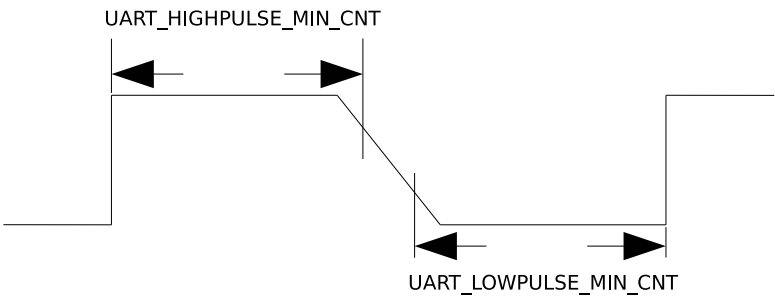

图 25.4-2. UART 信号下降沿较差时序图
置位 `UART_AUTOBAUD_EN` 可以开启 UART 波特率自检测功能。图 25.4-2 中的 Baudrate_Detect 可以滤除信号脉宽小于 `UART_GLITCH_FILT` 的噪声。
- 2. 对于 UART 信号的下降沿信号比较差的情况，如图25.4-2 所示，这时通过取 `UART_LOWPULSE_MIN_CNT` 与 `UART_HIGHPULSE_MIN_CNT` 的和平均得到的值不准确，可以通过 `UART_POSEDGE_MIN_CNT` 获取发送方波特率。计算公式如下：